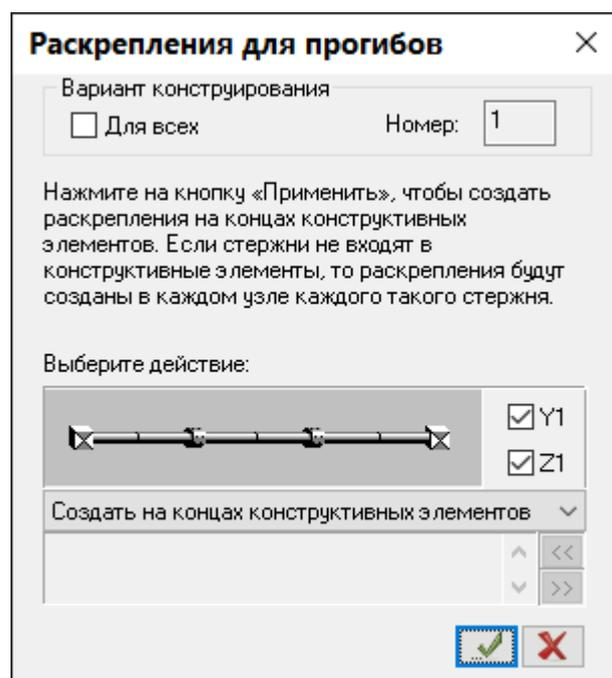

Рис.12.28. Диалоговое окно **Раскрепления для прогибов**
- Щелчком по кнопке  – **Раскрепления для прогибов** (панель **Конструирование** на вкладке **Создание и редактирование**) вызовите диалоговое окно **Раскрепления для прогибов** (рис.12.28).